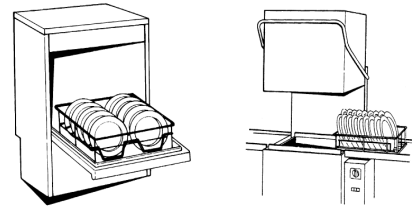

Fig.37
- 4- Positionner le panier en face comme indiqué dans le dessin. Pour les modèles à capot on peut charger le panier en face ou latéralement (si nécessaire tourner le support panier). (Fig. 37)